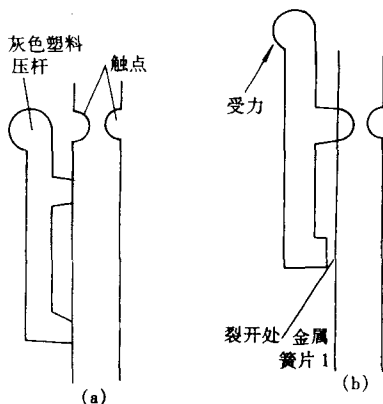

图 80
2.检查带仓 B 放音系统的前端电路。经仔细检查这部分电路中的各元件,结果发现,走带机构的静噪接点 SA31 应该接触时不接触,呈图 80(b)所示的形状,两金属簧片未接触上。究其原因,主要是金属簧片 1[见图 80(b)所注]与塑料压杆相接处开裂所致。将开裂处用 502 胶水粘牢后,试机,带仓 B 录、放音恢复正常,故障排除。
小结:正常情况下,静噪接点 SA31 的外形如图 80(a)所示,2 个金属簧片在未按下放音键时是张开的,按下放音键后,电机转动,并通过传动机构推动灰色塑料压杆向右动作(从机芯后面向前看),而此塑料压杆与左
侧金属簧片是粘接在一起的,通过此压杆的动作就可将两个簧片牢牢地压在一起(需要说明:压杆的启动比起电视的启动要延迟一个短暂的时间(ΔT),以使电机刚刚启动而转速尚不正常时不送出声音,即静噪,否则此刻通过磁带传动会送出不正常的叫声或音调)。在塑料杆和金属簧片粘接完好的情况下,两者可同时动作。由于塑料压杆与金属簧片间粘接处开裂,致使两簧片的下方张开[见图 80(b)所示],加之,塑料本身也有一定的弯曲能力,致使在靠近上方粘接处会出现一定程度的弯曲,从而不能使两簧片压合到一起。以致造成了在放音电路中起放音静噪作用的电子开关(左声道为 VT301 右声道为 VT302)始终处于对地导通状态,从而使放音信号送不出去;同时,由于这个接点(SA31)该接触时未接触,也使在电路中起录音静噪作用的电子开关(左声道为 VT501,右声道为 VT502)始终处于对地导通状态,因而出现不能“录音”现象。